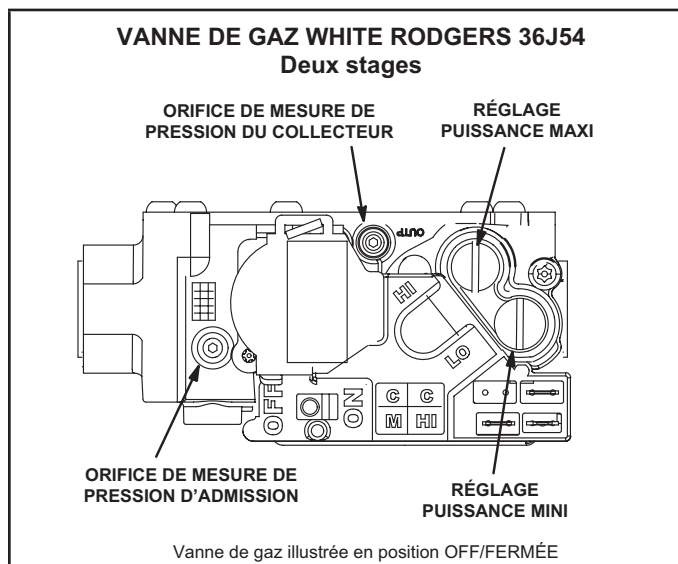

FIGURE 30
Fonctionnement de la vanne de gaz (FIGURE 30)
- 5 - Mettre l'interrupteur de la vanne de gaz sur **OFF**. Voir FIGURE 30.
- 6 - Attendre cinq (5) minutes pour s'assurer que tout le gaz a eu le temps de se dissiper. En cas d'odeur de gaz, **ARRÊTER!** Appeler immédiatement le fournisseur de gaz depuis un voisin et se conformer à ses instructions. S'il n'y a pas d'odeur de gaz, passer au point suivant.
- 7 - Mettre l'interrupteur de la vanne de gaz sur **ON**. Voir FIGURE 30.